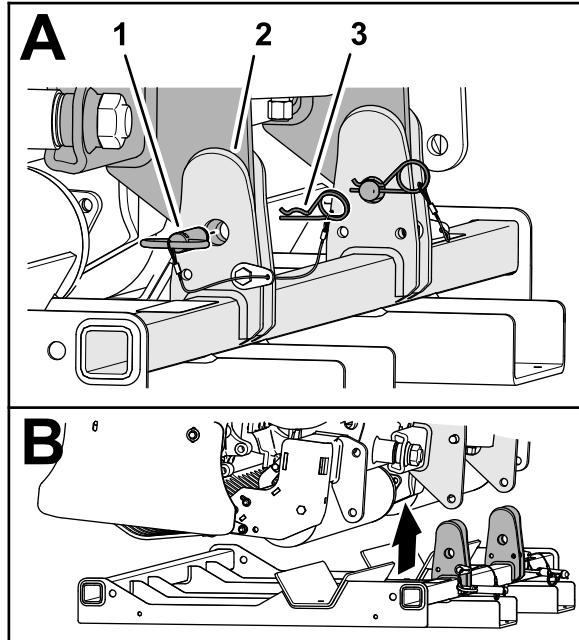

Рисунок 21
2. Извлеките 2 шплинта, которые крепят пальца подставки для хранения к подставке (Рисунок 21).
3. Выньте 2 штифта подставки для хранения (Рисунок 21).